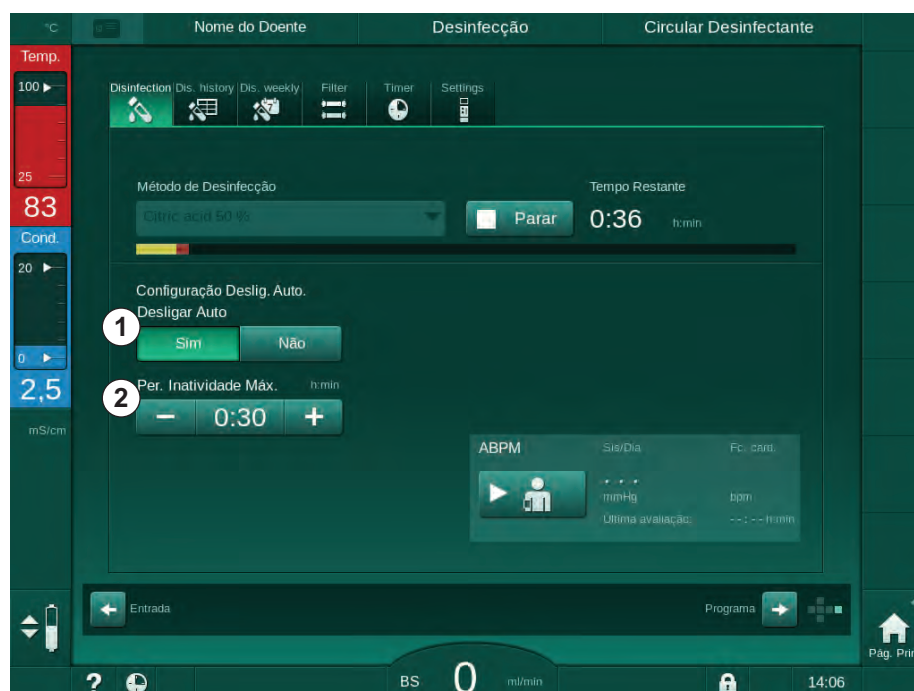

Fig. 7-16 Desinfeção em curso - *Desligar automático* ativado
Depois de seleccionar o ecrã de desinfeção, é indicada a predefinição para a função *Desligar Auto.* (*Sim* ou *Não*, assim como o tempo de inatividade máximo, se seleccionar a opção *Sim*). A definição da função pode ser alterada a qualquer momento antes ou após o início da desinfeção tocando em *Desligar Auto.*, *Sim* ou *Não* (Fig. 7-16, ①).